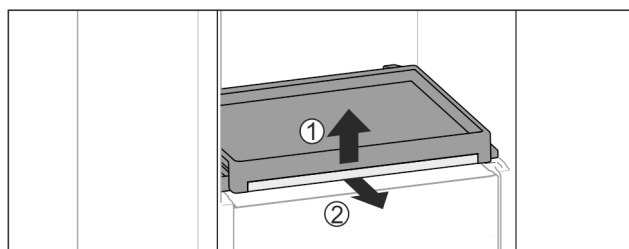

Fig. 111
- ▶ Retirar el estante extraíble con la plancha de cristal: levante ligeramente la parte delantera de la plancha de cristal *Fig. 111 (1)* y extráigala hacia delante *Fig. 111 (2)*.